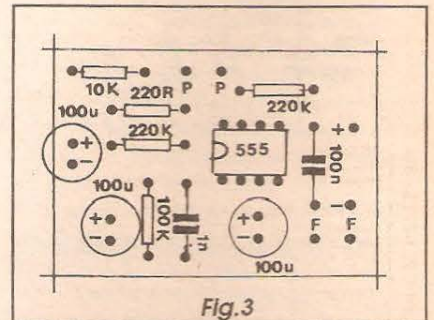

Fig.3
- FIG. 3 - CHAPEADO DA MONTAGEM - Na figura anterior, vimos a plaquinha pela sua face cobreada... Agora o impresso é mostrado pela sua face não cobreada, o lado onde ficam os componentes... Estes têm suas estilizações, posições, polaridades, valores e códigos - todos - demarcados, tornando a montagem uma verdadeira brincadeira... É só seguir tudo com atenção, passo a passo, sem pressa... Na eventualidade de *pintar* alguma dúvida, APE mantém como encarte permanente (assim como ocorre com as INSTRUÇÕES GERAIS...) o TABELÃO, onde se pode obter informações visuais de identificação de terminais, leitura dos códigos de valor, etc., a respeito da maioria dos componentes utilizados nas montagens... *Vão lá, se precisarem...*! Os pontos mais importantes, nas inserções e soldagens, referem-se aos componentes polarizados, cujas posições *não podem ser invertidas* (caso em que o circuito não funcionaria, e o próprio componente poderia sofrer danos...): o integrado, com sua extremidade marcada claramente indicada, e os três capacitores eletrolíticos, todos com suas polaridades de terminais também anotadas... Quanto aos resistores e capacitores comuns (componentes *não polarizados*...), o fundamental é ler corretamente seus valores, e posicioná-los na placa de acordo... Finalizadas as soldagens, uma última conferência deve ser feita para ver
- FIG. 3 - A GRAVAÇÃO MAGNÉTICA - Outro método de tornar o som permanente para audição posterior a qualquer momento (e *regravável* à vontade...), muito popular, e que também tem sido usado comercialmente por décadas, é o que funciona por meios magnéticos... Também nesse sistema, os transdutores utilizados são de *segunda instância* (não lidam, nos processos imediatos de gravação e reprodução, com o SOM diretamente, mas com sua *representação*...). Nesse siste-